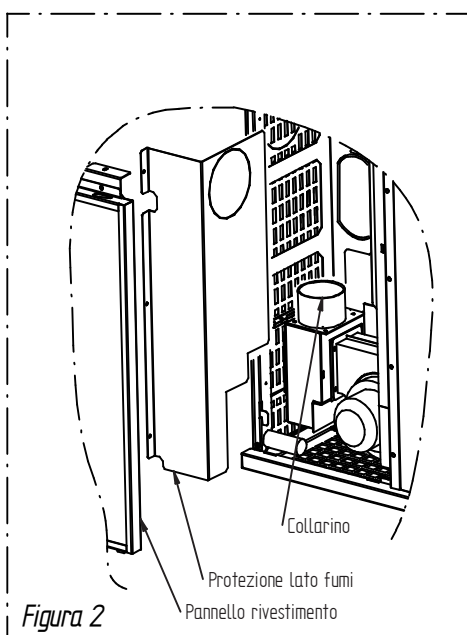
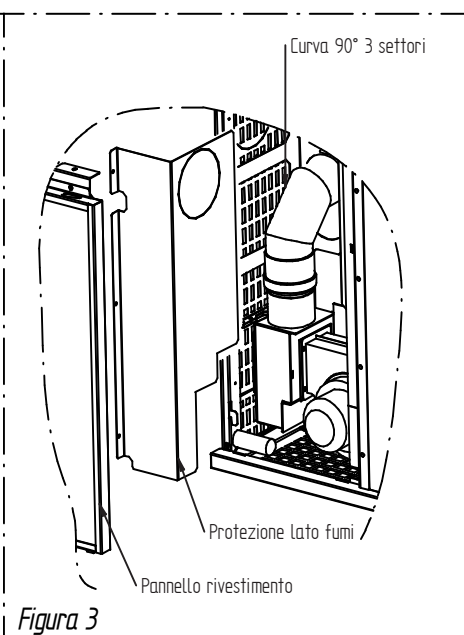

Figura 2
Figura 3
- MENSILMENTE** ispezionare e pulire le apposite aperture identificate con "A1" , "A2". Per accedere all'apertura "A2" (figura 2), aprire la porta. Per accedere all'apertura "A1" (figura 3.) togliere il " coperchio " (B) (per toglierlo tirarlo verso l'alto come indicato nel par.4.2). Svitare poi l'unica vite sulla lama convogliatrice aria e sfilare frontalmente la lama stessa dalla sua sede: ora è possibile accedere alla apertura "A1".
- Togliere il collarino (Figura 2) svitando le 4 viti ivi fissate e sostituirlo con il tappo precedentemente smontato (Figura 1).
Figura 2: questo tipo di installazione è usata quando si vuole evacuare i fumi posteriormente alla stufa (utilizzare una curva 90° a tre settori non in dotazione). Collegare la stufa ad un sistema fumario singolo dedicato alla stufa e costruito secondo le norme indicate nel presente capitolo.
Figura 3: questo tipo di installazione è usata quando si vuole evacuare i fumi superiormente alla stufa (utilizzare un tubo diritto non in dotazione). Collegare la stufa ad un sistema fumario singolo dedicato alla stufa e costruito secondo le norme indicate nel presente capitolo.